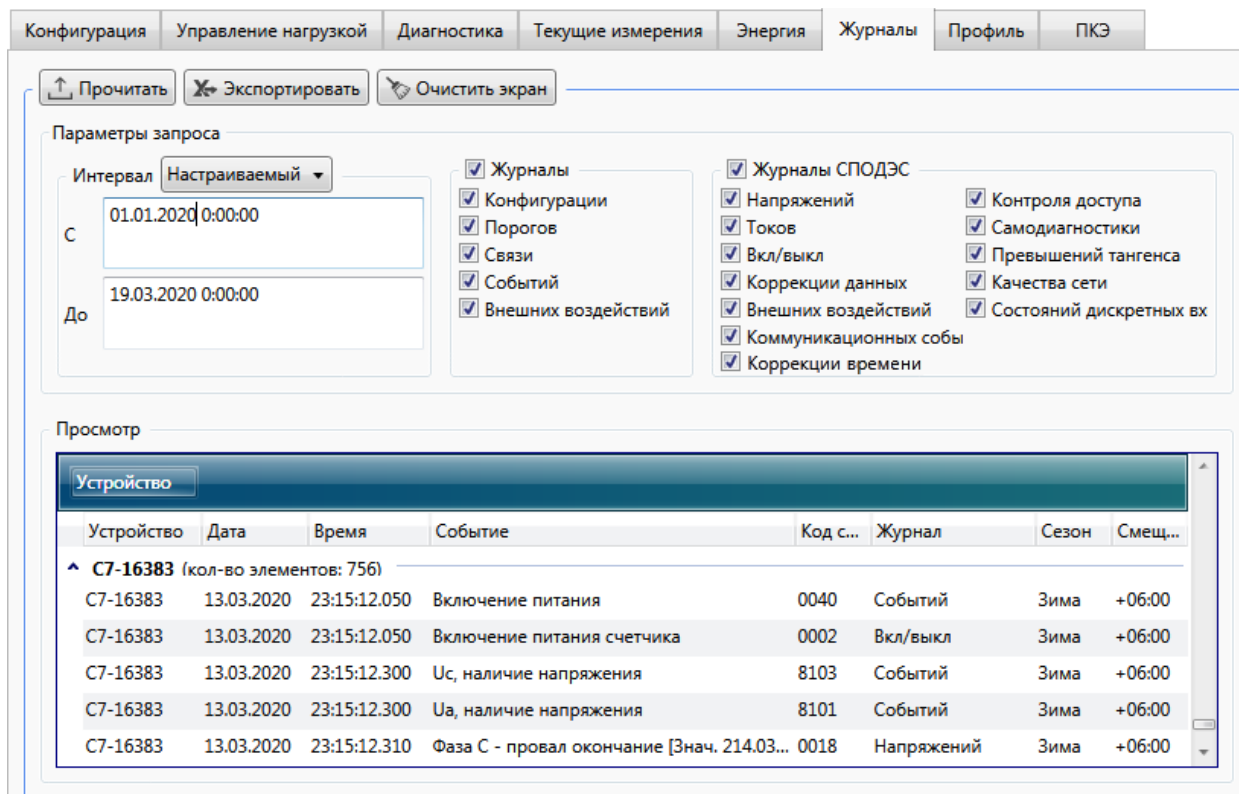

Рисунок 9.41 – Запрос журналов событий
9.7.5.2 Для отображения журналов необходимо сделать следующие действия (рисунок 9.41):